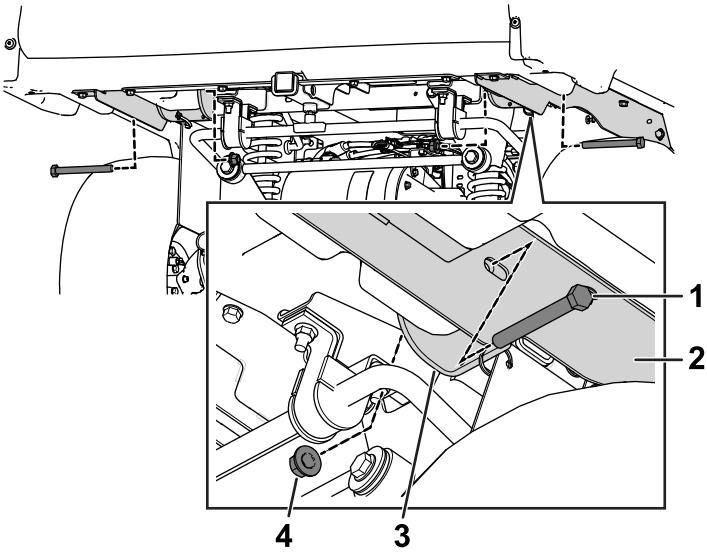

Bild 6
7. Senken Sie die Ladepritsche vorsichtig ab, bis die Löcher in den Schwenkhalterungen mit den Befestigungslöchern in den Ladepritschenstützen ausgefluchtet sind (Bild 6).
($\frac{1}{2}$ " x $4\frac{1}{2}$ ") und zwei Bundmuttern an den Schwenkhalterungen (Bild 6).